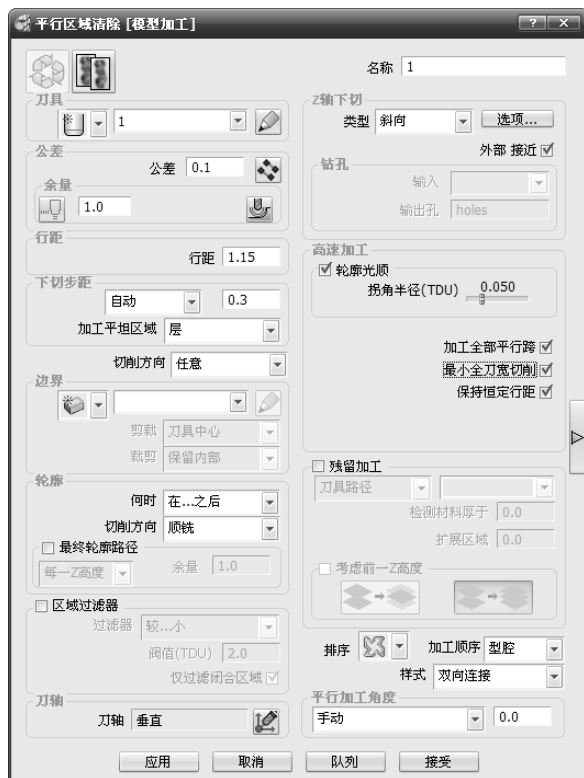

图 2-25 “平行区域清除[模型加工]”对话框
8) 单击主工具栏上的“刀具路径策略”按钮，弹出“策略选取器”对话框。单击“三维区域清除”选项卡，选中“平行区域清除模型”选项，单击“接受”按钮，弹出“平行区域清除[模型加工]”对话框，如图 2-25 所示。
①设置“行距”为 1.15，“下切步距”为 0.3，“切削方向”为“任意”，“刀轴”为“垂直”，选择“轮廓光顺”、“加工全部平行跨”、“最小全刀宽切削”和“保持恒定行距”复选框，设置“样式”为“双向连接”。